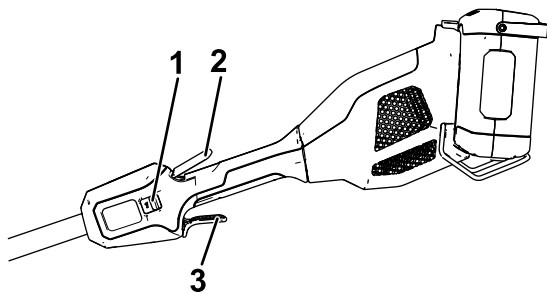

Figure 9
4. Pour mettre la débroussailleuse en marche, appuyez sur la gâchette de verrouillage, puis serrez la gâchette de marche (Figure 9).